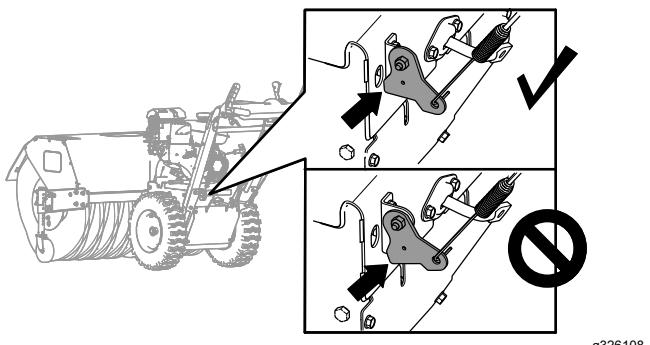

Figura 33
2. Verifique a folga entre a parte inferior do suporte do cabo de tração e a placa superior da máquina (Figura 33).